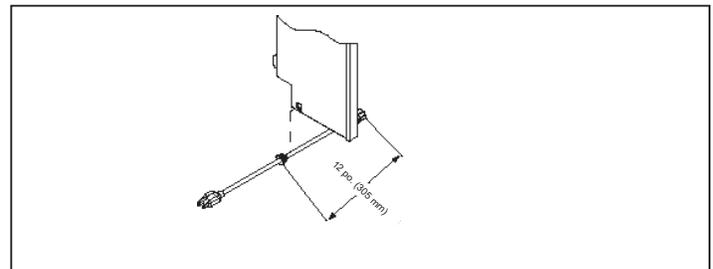

Figure 24.2
7. Si l'alimentation atteint l'appareil par la droite : À l'aide des pinces, reliez la retenue de câble à 30,5 cm (12 po) de l'extrémité femelle du cordon et enfoncez le panneau du côté droit. Figure 24.2.